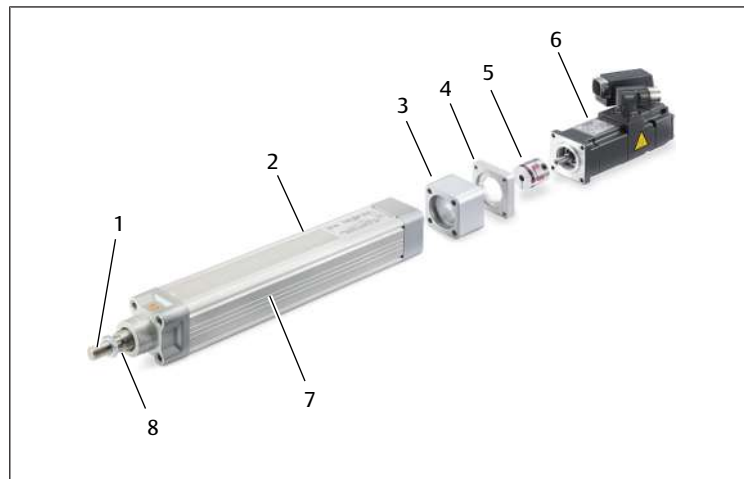

Fig. 2: Visão geral (tamanho 32/40/63 mm)
- Para o tamanho 32/40/63 mm. Consulte → Fig. 2.